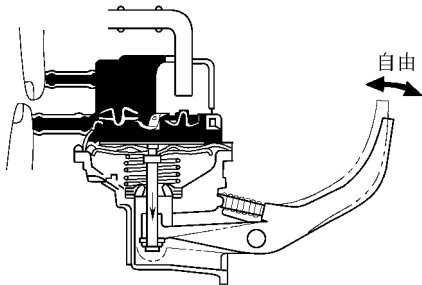

图 2-68 用手指堵住出油管和回油管
(1) 检查进油阀。用手指堵住出油管和回油管，操作泵臂一或二次，最初泵臂很紧，然后就能自由地移动（无阻力），如图 2-68 所示。